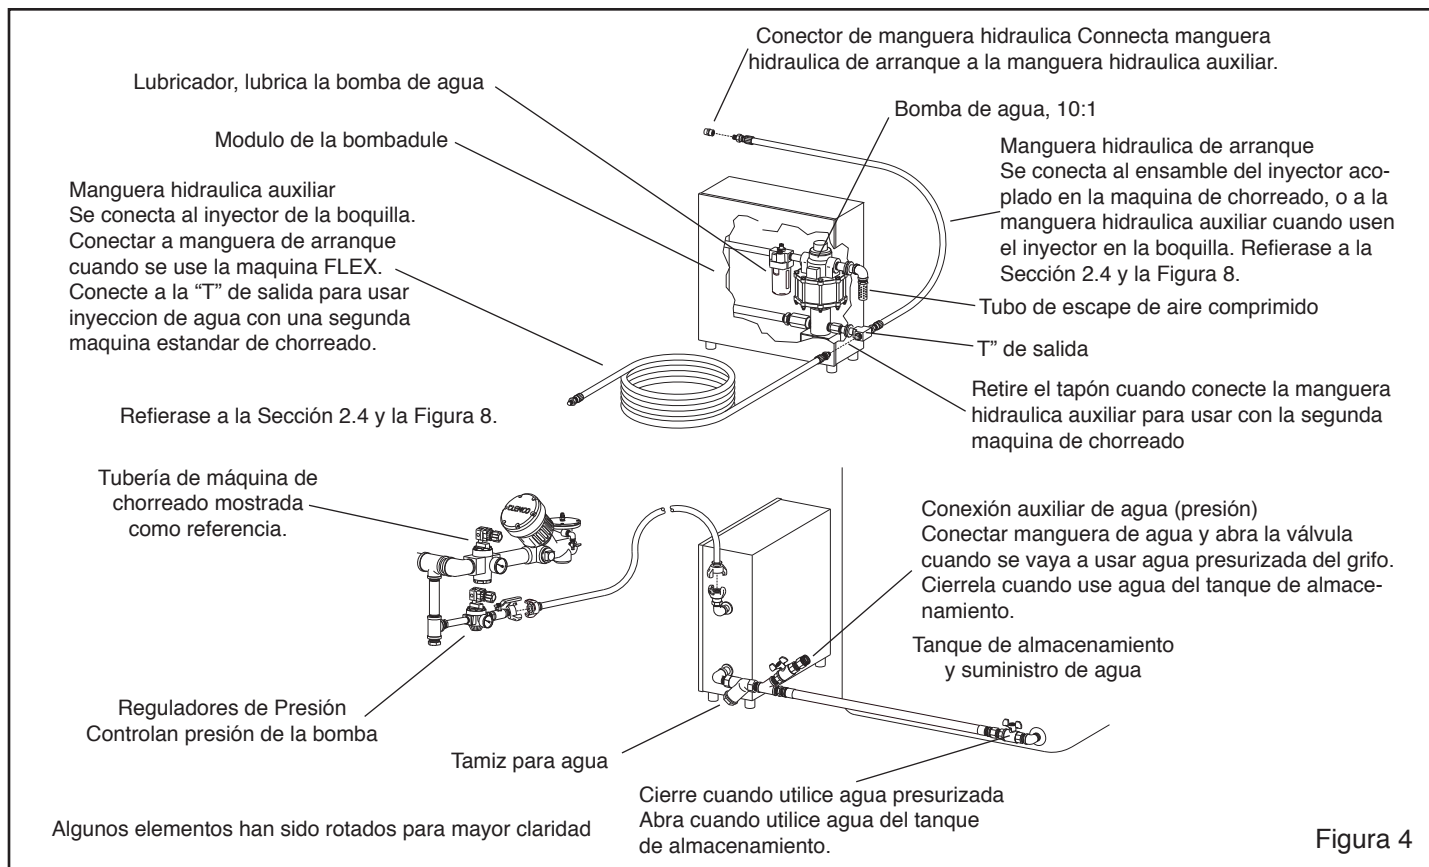
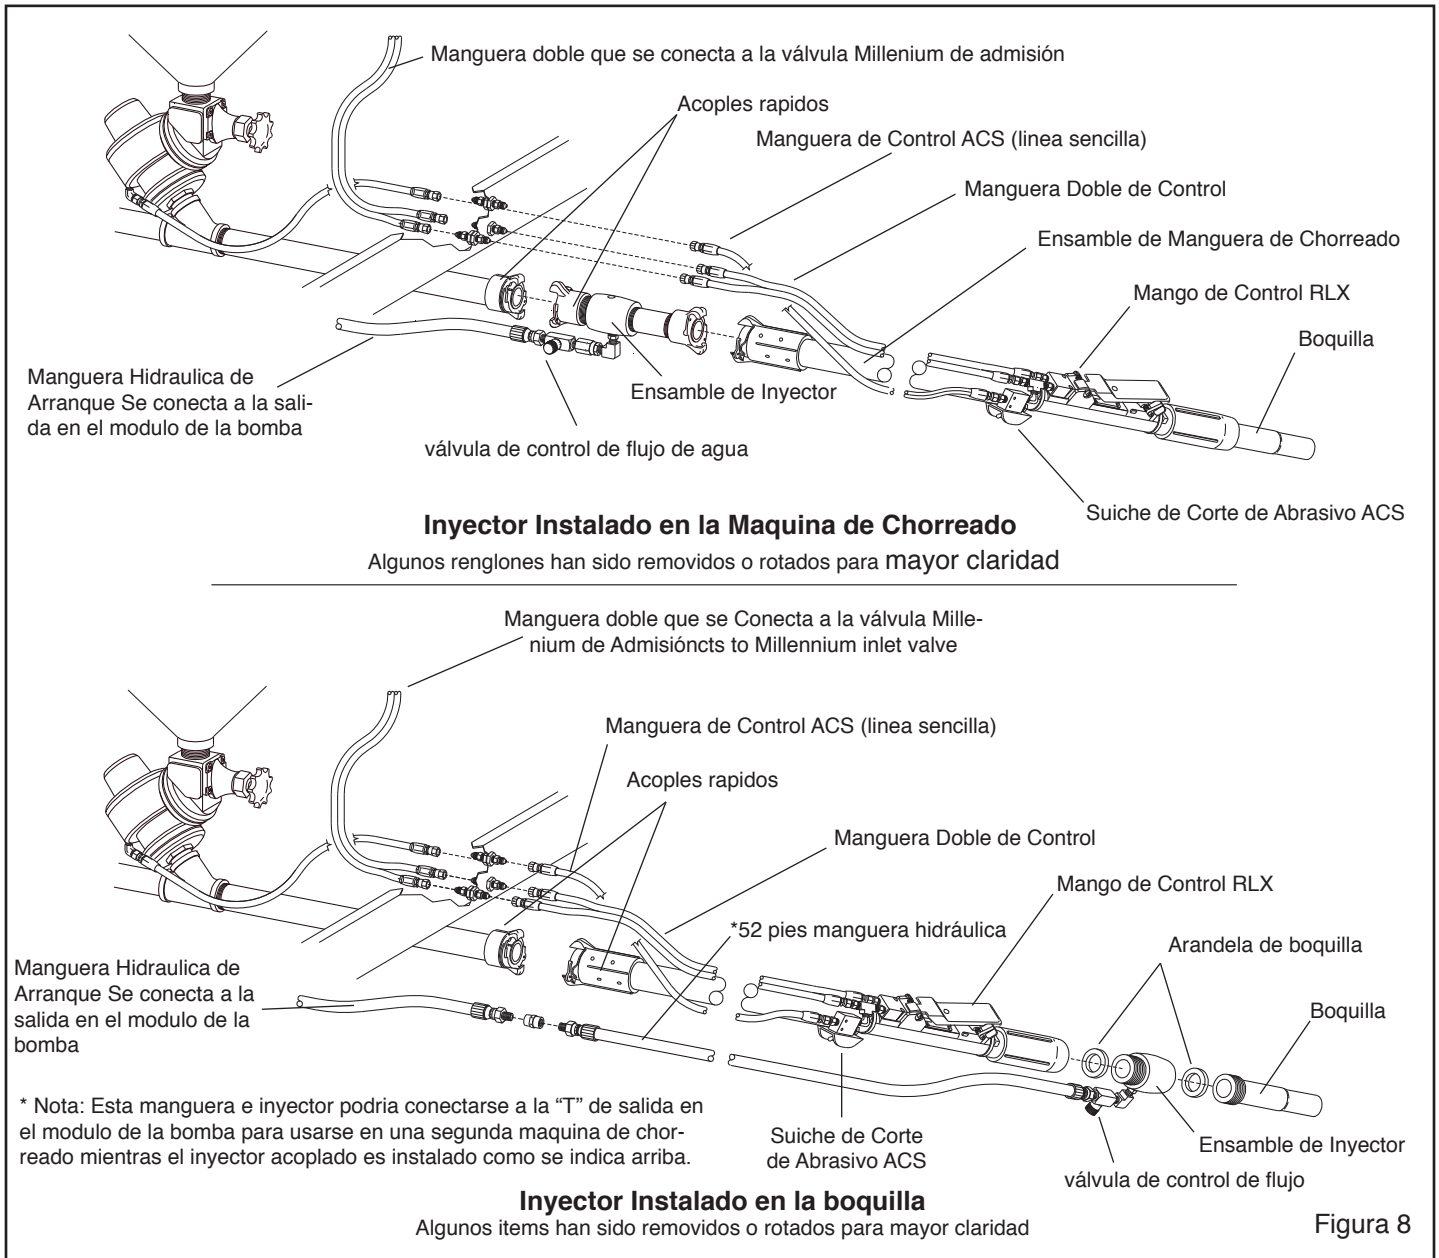

Figura 4
Figura 8
Los componentes se muestran en la Figura 4
1.6.3.4 La "T" de salida es para conectar la manguera hidráulica de arranque; esta manguera se conecta al ensamble del inyector acoplado cuando se usa el inyector acoplado a la máquina de chorreado como se muestra en la Figura 4 y la Figura 8. La "T" también tiene un tapón en la toma no usada; cuando utilice el inyector de la boquilla con una máquina de chorreado adicional, retire el tapón y conecte la manguera hidráulica. Refiérase a la Sección 2.4.
2.3.1 El inyector puede ser colocado en una de las dos ubicaciones como se indica a continuación y como se muestra en la Figura 8.
2.3.2.1 La ilustración de la Figura 8 muestra el inyector instalado sobre un ensamble de tubería con acoples rápidos, y conectado a la manguera de la máquina de chorreado. Los beneficios de esta instalación son:
2.3.2.2 Aplique sellador de roscas para roscas macho de la manguera hidráulica de arranque y enrosque la manguera en la válvula de control de flujo (instalada en el ensamble del inyector), como se muestra en la ilustración superior de la Figura 8.
Refiérase a la ilustración inferior en la Figura 8.
2.3.3.1 La ilustración inferior en la Figura 8 muestra el inyector instalado en la boquilla. Los beneficios de esta instalación son:
Refiérase a la ilustración superior en la Figura 8.
Nota: El inyector de la boquilla puede también ser instalado en la manguera de chorreado de otra máquina de chorreado. Refiérase a las ilustraciones en la Figura 8, 9 y 10, y las Secciones 2.3 y 4.10.
3.3.2.7 Aplique cinta de Teflón u otro sellador a las roscas macho de la manguera hidráulica y enrosque la manguera en la válvula de control de flujo (instalada en el ensamble del inyector) como se muestra en la ilustración inferior de la Figura 8.